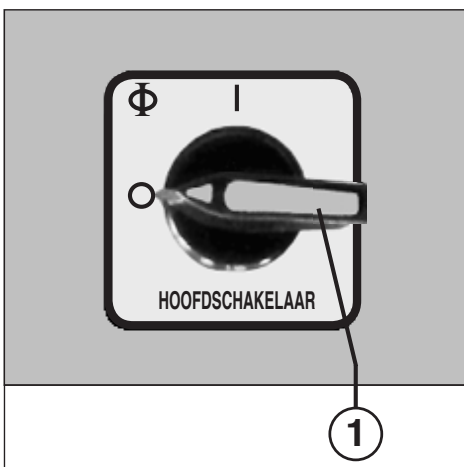

Fig. 1
BEDIENINGSORGANEN (Fig. 1, 2 en 4):
- 1 = Hoofdschakelaar (noodstop) (Fig. 1)**